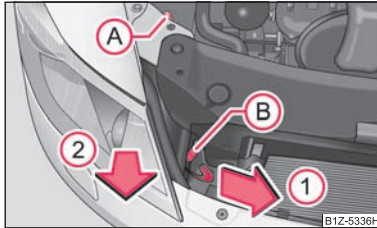

Abb. 193 Scheinwerfer vorn: Einbaulage der Lampen
- Schrauben Sie die Kunststoffmutter (A) ⇒ Abb. 193 ab.
- Ziehen Sie die Sicherung (B) nach oben.
- Ziehen Sie den Sicherungshebel des Scheinwerfers bis zum Anschlag in Pfeilrichtung (1).
- Trennen Sie die Steckverbindung und nehmen Sie den Scheinwerfer vorsichtig in Pfeilrichtung (2) heraus.